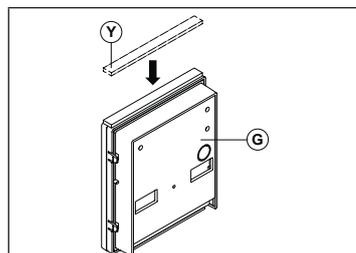

Fig. 5
Appliquer le joint adhésif (Y) comme illustré sur la Fig. 5.